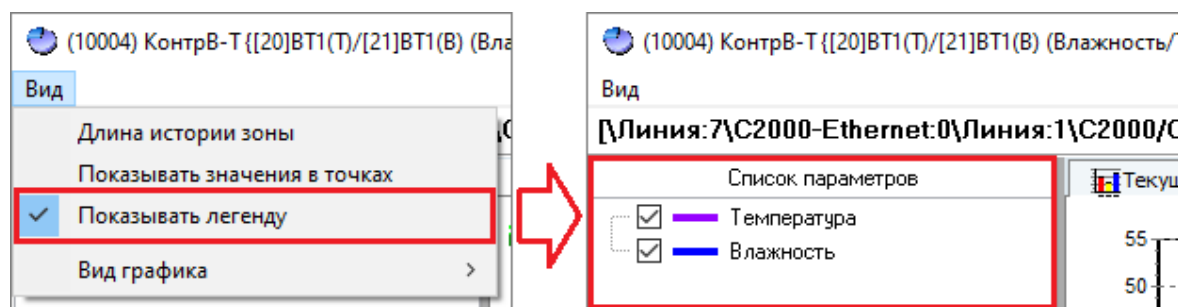

Рисунок 12-66 Отображение области легенды в окне графиков
- **Лесенка** – ступенчатый график (см. Рисунок 12-66),
Отображение области легенды в окне графиков является настраиваемым. Включение/отключение отображения области легенды осуществляется нажатием на пункт «Показывать легенду» в меню «Вид» окна графиков (см. Рисунок 12-66).